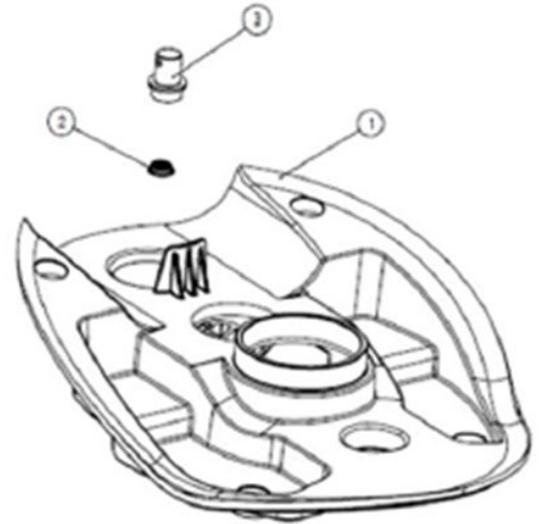

Figure 37.
1. Repérez le couvercle supérieur de l'ensemble chargeur (figure 37, partie 1) sous le réservoir de solution.
2. Retirez la valve (figure 37, partie 3) en la tournant dans le sens inverse des aiguilles d'une montre.
3. Retirez le filtre à particules (figure 37, partie 2) et passez-le sous l'eau chaude pour le nettoyer. Vous pouvez utiliser une brosse douce s'il est très encrassé.